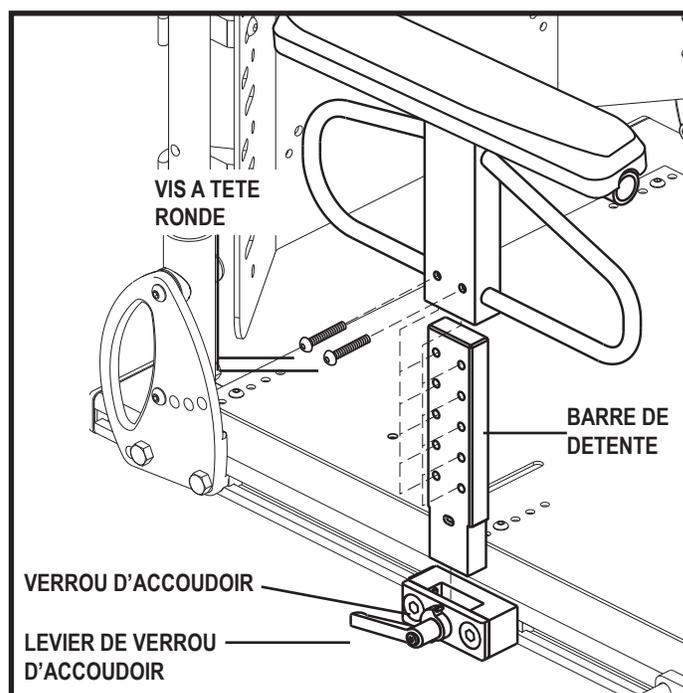

Figure 23. Réglage en hauteur accoudoir enfichable usage intense
**Voir la figure 23.**
2. Retirez les deux (2) vis à tête ronde sur le côté de l'accoudoir.